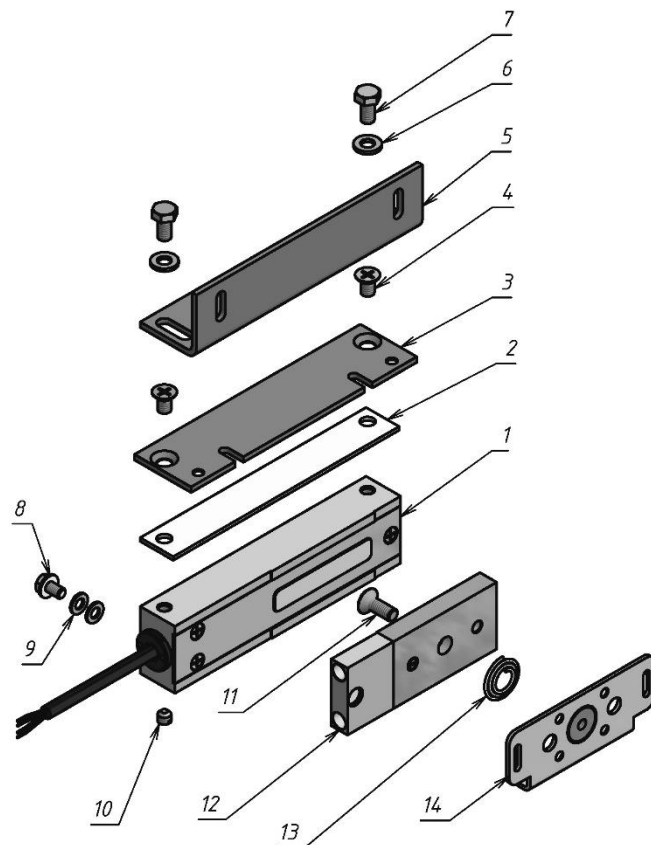

Рисунок 1 – Комплект поставки
4.1 В комплект поставки замка входят (рисунок 1):
Замок состоит из корпусной части и якорной части (рисунок 1). Для обеспечения эксплуатационных характеристик рабочие поверхности корпуса и якоря должны быть совмещены и плотно прилегать друг к другу при закрывании двери.
Корпус замка может крепиться при помощи угольника (5) или через монтажную пластину (3) (рисунок 1). Если позволяет конструкция места монтажа, допускается крепление непосредственно через крепежные отверстия в корпусе замка (резьба М6), длина винтов в этом случае определяется по месту, при этом в тело корпуса винты должны входить не более чем на 8мм.
- без отверстий в двери, с помощью монтажной пластины крепления якоря (12) (рисунок 1).